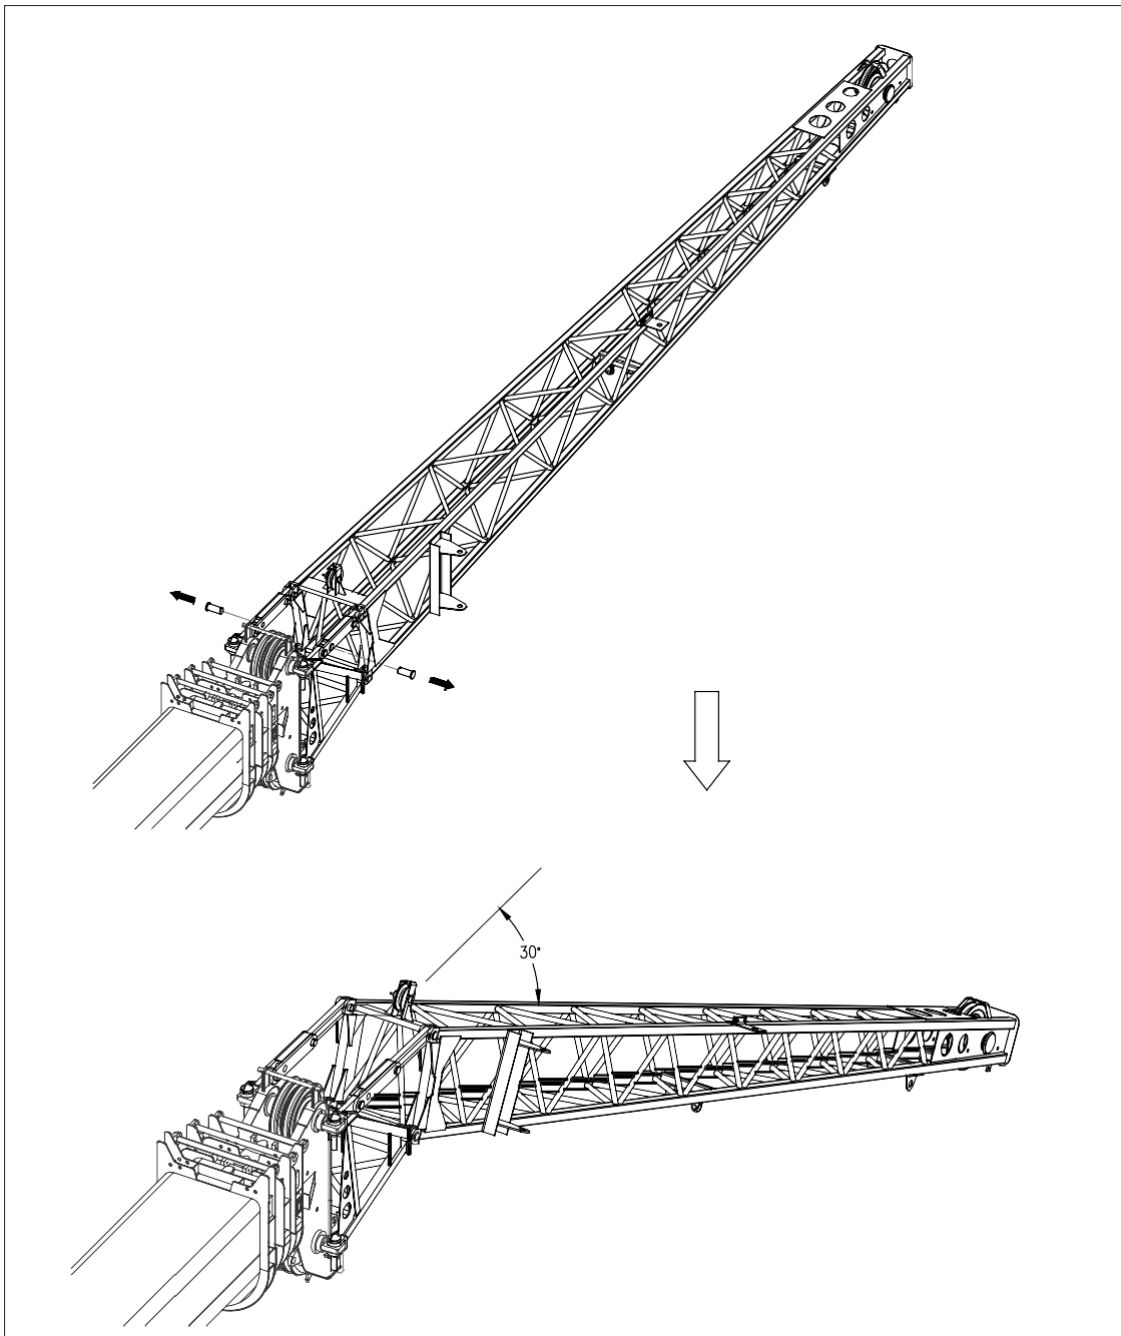

Figura 5-9 Posições de deslocamento
- 2) Levante a lança lentamente até que a ranhura longa da placa de ajuste seja apoiada. Consulte a figura 5-9.